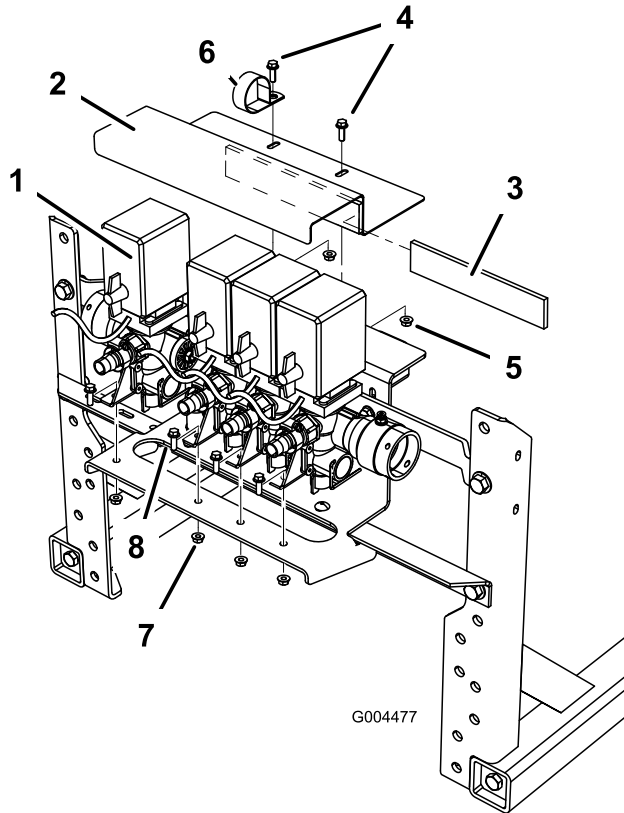

Figura 11
5. Fissate il gruppo valvola alla staffa di supporto della valvola con gli elementi di fissaggio rimossi in precedenza (Figura 11).
6. Montate il nastro di schiuma sulla staffa superiore della valvola (Figura 11).